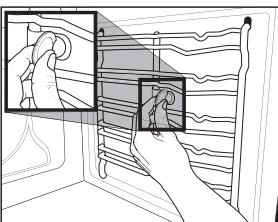

Fig. 4
1. Retirez les vis et les rondelles relatives à droite et à gauche à l'aide d'une pièce de monnaie ou d'un tournevis (Fig. 4).